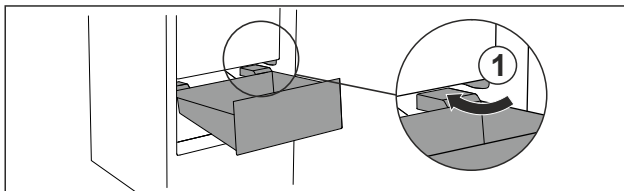

Fig. 65
- ▶ Introducir el cajón inclinado rodeando los topes Fig. 65 (1).